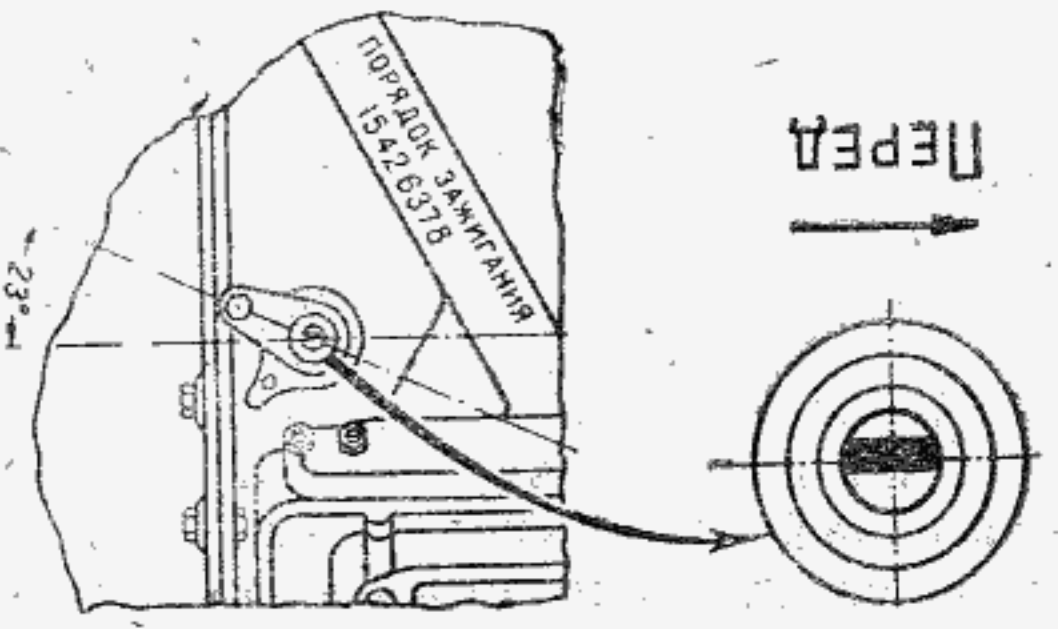

Рис. 60. Установка привода датчика-распределителя
3. Закрепить корпус привода держателем и гайкой так, чтобы кронштейн с резьбовым отверстием, имеющийся на корпусе привода, был направлен назад (считая по ходу автомобиля) и повернут примерно на 23° влево от продольной оси двигателя, как указано на рис. 60.
2. Вставить привод датчика-распределителя в отверстие бегунка так, чтобы прорезь в валике привода была направлена вдоль оси двигателя и смещена влево, считая по ходу автомобиля (рис. 60).